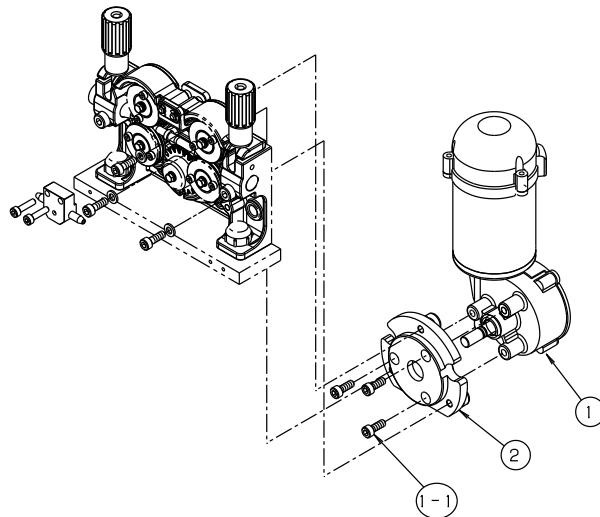

図3. 送給モータ分解図
⑨ パーツリスト(つづき)
9. 3 送給モータ関係 (図3)